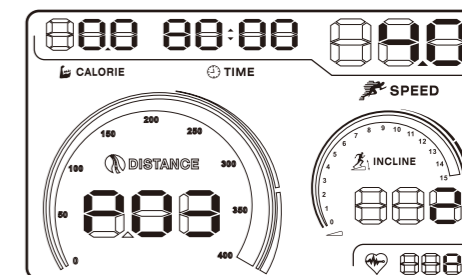

图33
- 我们为您在面板上设置了5公里训练程式快捷键，跑步机处于待机状态下，按下此键，屏幕上出现P03字样，按SPEED（速度）的+（增加）/-（减少）键调整您的理想训练时间。（图33所示）。